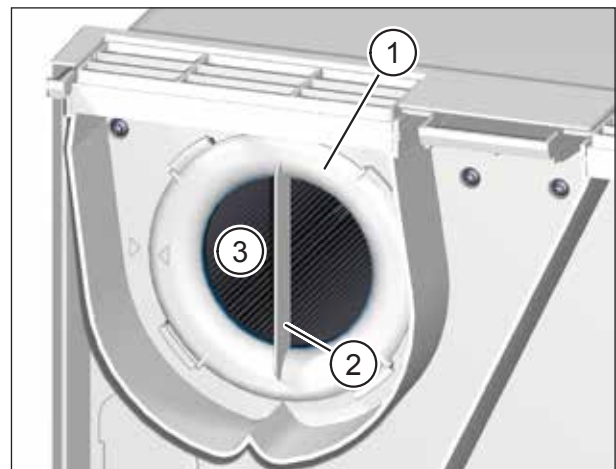

Abb. 15: Abluftfilter entfernen
- ▶ Drehen Sie den Filterring (Pos. 1 in Abb. 15) an der Griffleiste (Pos. 2 in Abb. 15) gegen den Uhrzeigersinn, bis sich der Filterring aus den Halterungen gelöst hat.
- ▶ Ziehen Sie den Filterring zusammen mit dem Abluftfilter (Pos. 3 in Abb. 15) aus dem Lüftungsgerät heraus.
- ▶ Kontrollieren Sie die Position des Filterrings. Die Griffleiste muss senkrecht stehen und der Pfeil auf dem Filterring muss mit dem Pfeil der Arretierposition fluchten (siehe Abb. 15 auf Seite 30).